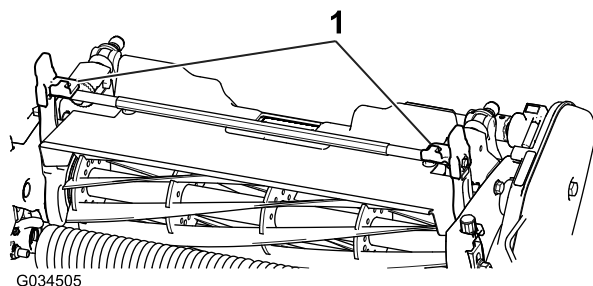
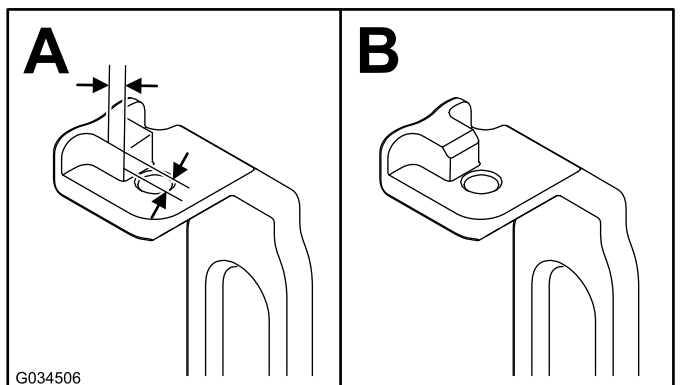

Figura 4
Figura 5
2. Su entrambi i bracci orientabili (Figura 4), misurate 2.3 mm sulle alette e trinciate l'angolo come illustrato nella Figura 5.